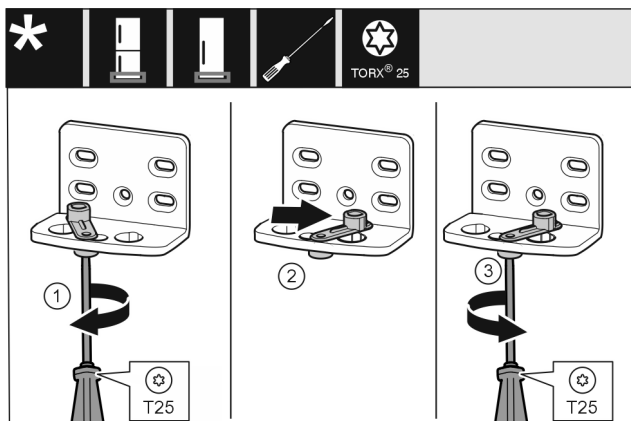

Fig. 14
- Allentare leggermente la vite Fig. 14 (1) con un cacciavite.
- Sollevare l'ausilio di chiusura della porta Fig. 14 (2) e ruotarlo nel foro di 90° a destra.
- Stringere la vite Fig. 14 (3) con un cacciavite.